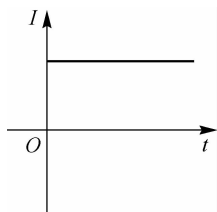

图 3-17 直流波形
(4) 电流的种类。电流分为直流和交流。
① 直流。大小和方向都不随时间变化的电流称为直流电流(DC),用 I 表示,其波形如图 3-17 所示。